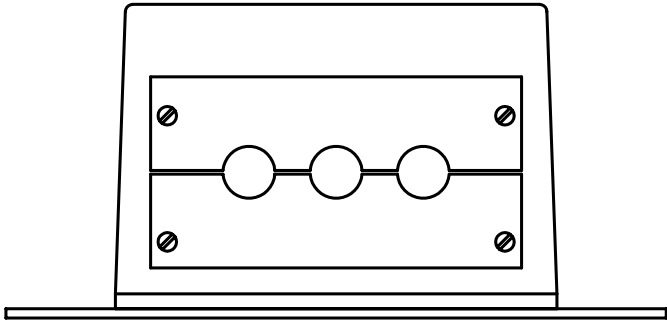
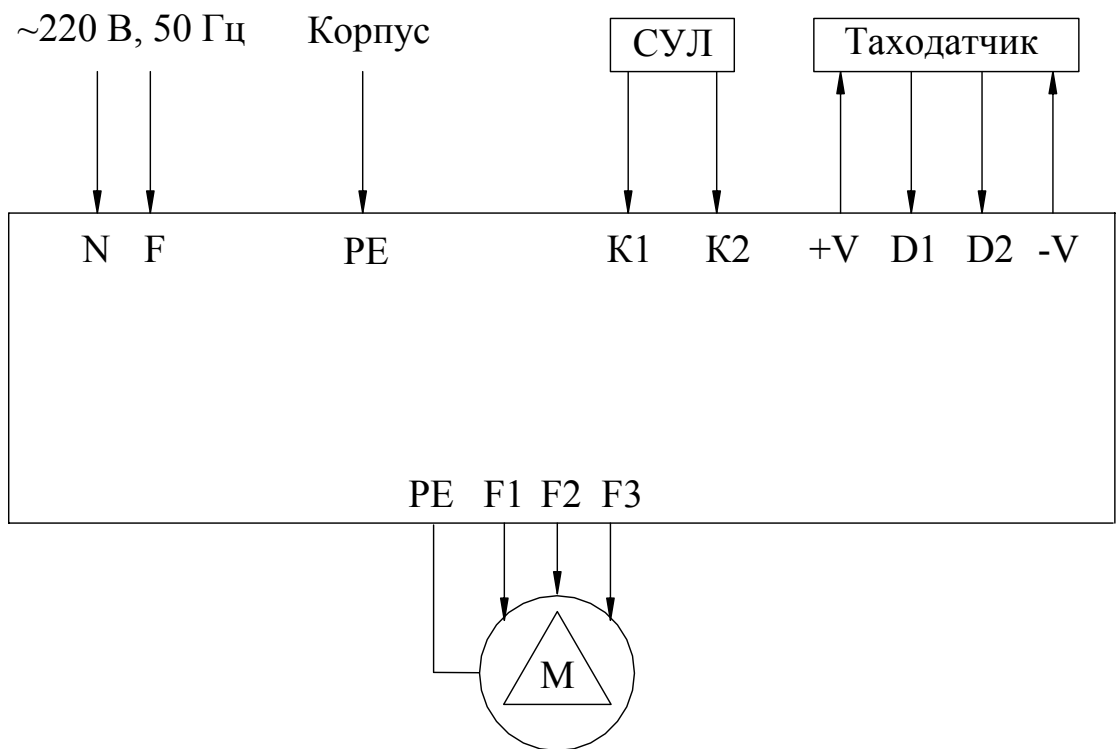
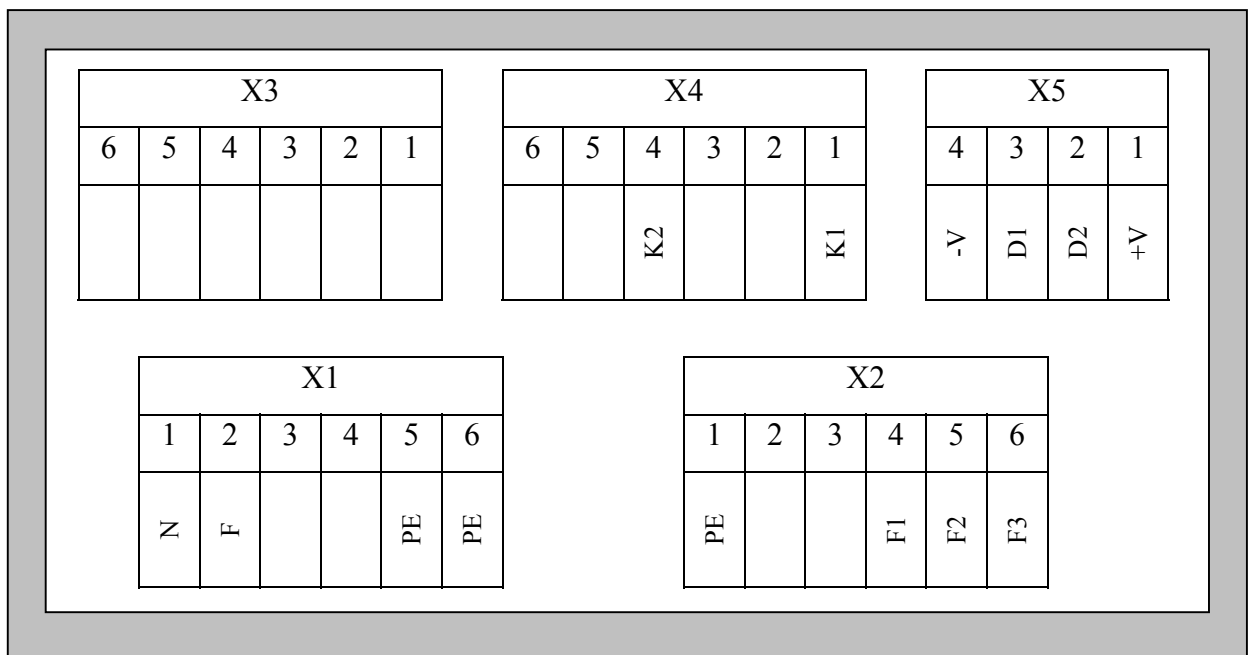

Рис.1. Габаритно-присоединительные размеры Устройства БУАД-3-15.
Рис.2. Блок-схема подключения внешних контактов БУАД-3-15.
Рис. 3. Схема подключения внешних контактов.
Габаритно-присоединительные размеры *Устройства* приведены на **рис.1**.
На **рис.2** показана, блок-схема подключения внешних коммуникаций *Устройства*. На **рис.3** показаны и подписаны контакты разъемов для подключения внешних коммуникаций *Устройства*.
3.4.1. Внешние коммуникации для станции управления лифтов (СУЛ) (см. рис. 2, 3):
Узел подключения внешних коммуникаций состоит из заглушки для крепления металлорукавов (**рис.1, вид А**) и разъемов для подсоединения шин сетевого питания, цепей выходных напряжений для электродвигателя, цепей управления работой устройства, цепей подключения датчика относительного перемещения (**рис.3**).